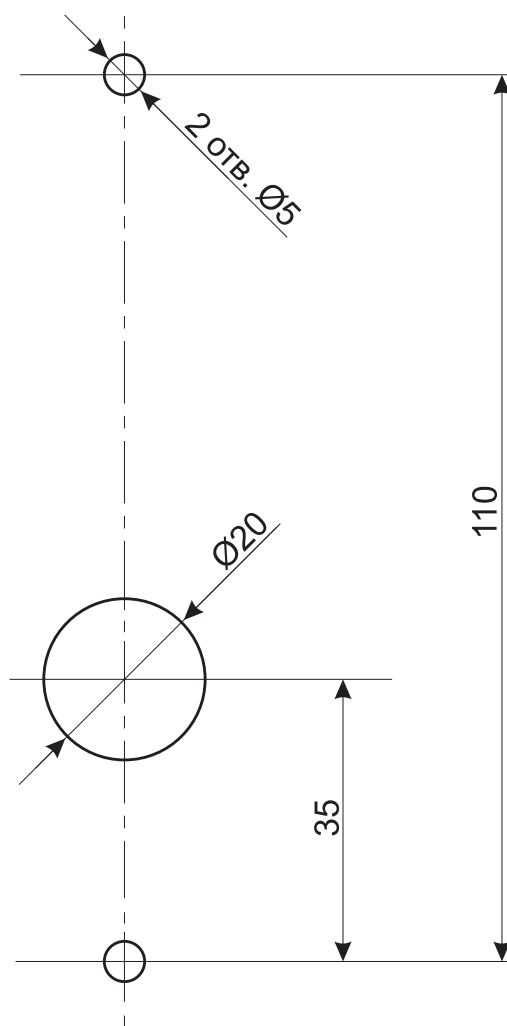

Рис. 8 Разметка отверстий для установки считывателя
3. Произведите разметку и разделку отверстий на установочной поверхности для крепления считывателя и проводки его кабеля (см. рис. 8).